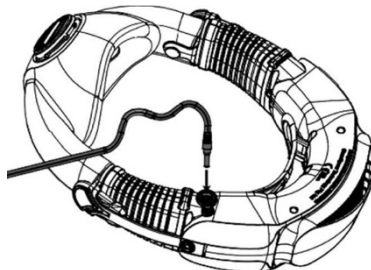

Figura 29 – Puerto de carga
- Para cargar la batería interna, coloque el respirador boca abajo y localice el puerto de carga. Consulte la Figura 29.